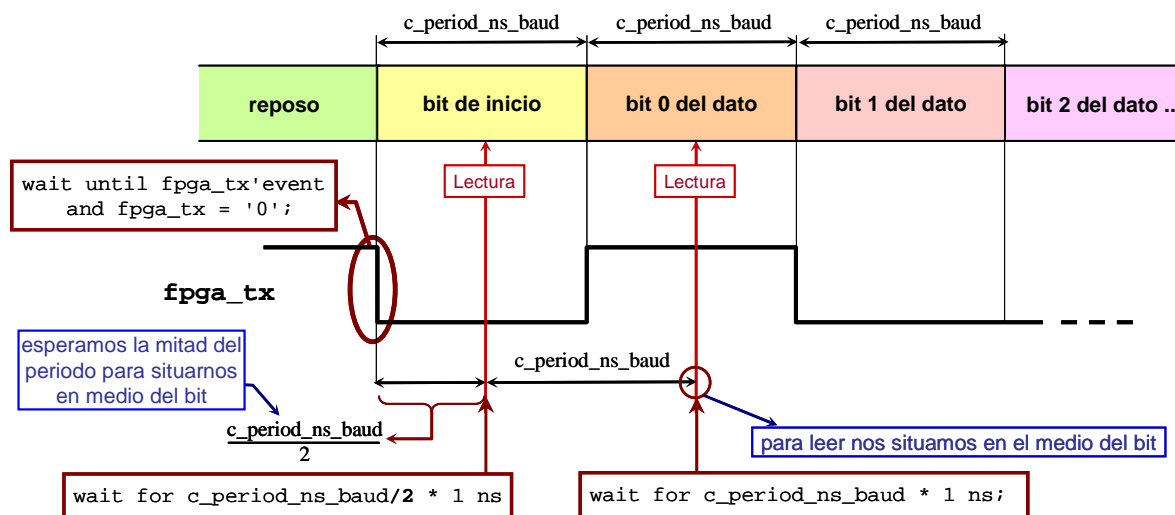

Figura 7.24: Espera para situarnos en medio del bit 0 del dato
4. Esperamos hasta el punto medio del bit cero del dato. Es decir, esperamos el tiempo correspondiente a un bit (`c_period_ns_baud`). En la figura 7.24 se muestra la espera que estamos haciendo.